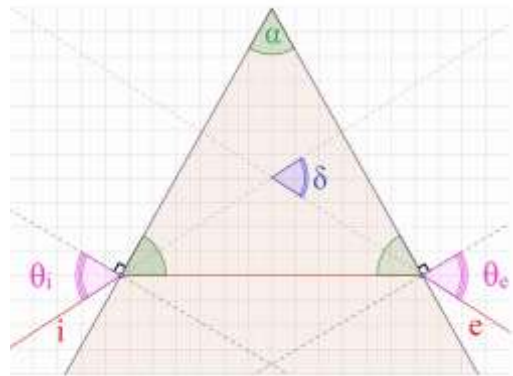

Figura 3 Condizione di deviazione minima
- 2) **Misura dell'indice di rifrazione:** Per ricavare l'indice di rifrazione del prisma bisogna sfruttare la legge di Snell all'interfaccia aria-prisma e prisma-aria. In questo tutorial approssimeremo l'indice di rifrazione dell'aria all'unità e sfrutteremo la condizione di deviazione minima. In questa particolare configurazione, rappresentata in figura 3, l'indice di rifrazione può essere calcolato a partire unicamente dall'angolo di deviazione totale δ_{\min} e dall'angolo che separa le due interfacce ($\alpha = 60^\circ$
- Progettate la misura con una geometria alternativa in cui il prisma è posizionato sul goniometro in modo che la direzione 0° - 180° sia parallela all'altezza del triangolo e perpendicolare alla base. Allineando il fascio laser al diametro 0° - 180° del goniometro nella posizione di zero, l'angolo di rotazione letto sul goniometro corrisponde all'angolo di incidenza ϑ_i di Figura 3. Da semplici considerazioni geometriche ricavate la formula che esprime l'indice di rifrazione in funzione di questo angolo ed effettuare la misura.